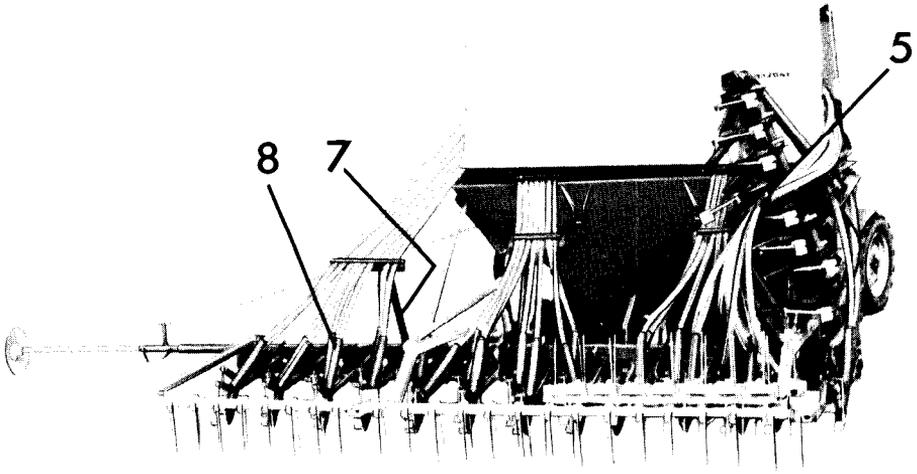

Abbildung 3
1. Seitliche Schlauchhalter mit Schläuchen aus den zusammengeklappten Auslegern herausnehmen (Abb. 3/5).
3. Schlauchhalter in das Halterrohr (Abb. 3/7) stecken.
4. Schläuche in die Stützen (Abb. 3/8) an den Scharen schieben, und zwar muß der längste Schlauch in dem äußersten Stützen sitzen. Die anderen Schläuche der Reihe nach (ihren Längen entsprechend) einschieben.